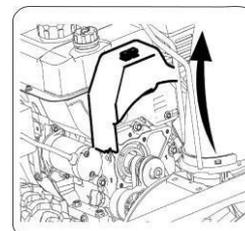

Рис.18
1. Снимите крышку в передней части двигателя, сняв два винта. Рис.18.